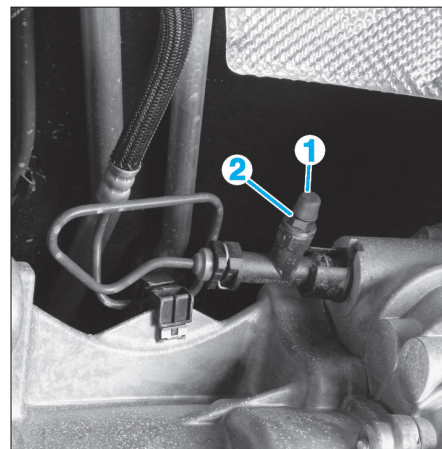

FIG. 5
- Déposer le capuchon (1) (Fig.5) sur la cloche d'embrayage.